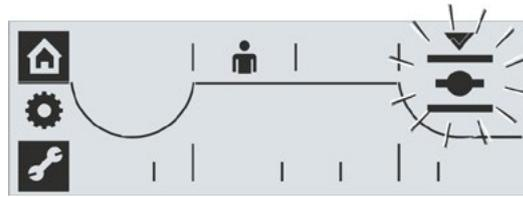

Fig. 4: Posizione di fine corsa APERTO selezionata
4. Confermare la direzione di chiusura selezionata: premere il Drive Controller. La direzione di chiusura selezionata viene salvata e il display passa alla posizione di fine corsa APERTO; il simbolo APERTO lampeggia (fig. 4).
L'esempio qui descritto si riferisce alla posizione di fine corsa APERTO (fig. 4).